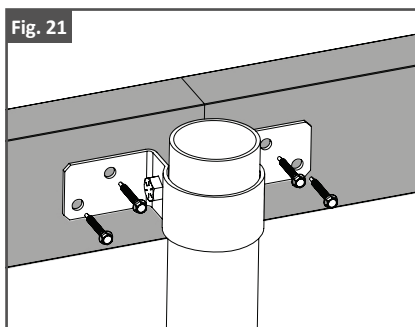

Fig. 22
3. Pour une installation en coin, la face des traverses avec profilé en Z de la nouvelle pagée doit être alignée au rebord des traverses avec profilé en Z de la pagée précédente. Le rabat de la ferrure pour poteau peut être étiré pour s'adapter à la forme du coin, comme illustré aux fig. 22 et 23.